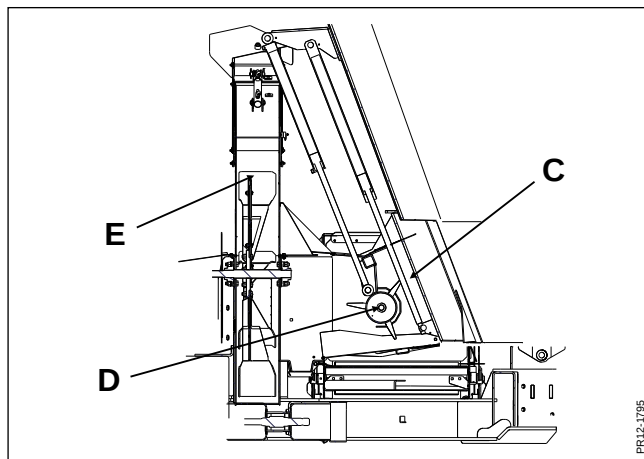

Abb. 2-4
Abb. 2-4 Diese Abbildung zeigt die Einstellung für Strohverteilung. (C) ist abgesenkt und (D) kann rotieren. Die Dosierwalze garantiert eine gleichmäßige Zufuhr von Stroh zur Turbine (E). Die Dosierwalze wird auch dazu benutzt, die Strohverteilung kurz zu unterbrechen, weil die Zufuhr von Stroh zur Turbine aufhört, wenn die Dosierwalze nicht rotiert.